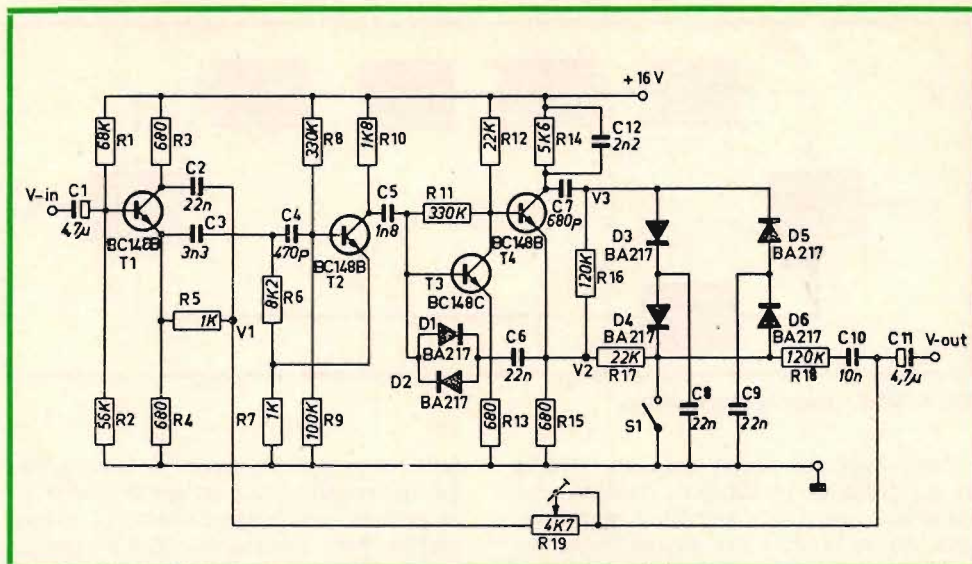

Fig 6. DNL-enhetens principschema.
Fig 6. En handfull fabrikanter i Europa — i Tyskland, Tjeckoslovakien och Danmark främst — tillverkar de komplexa typer av utstyrningsinstrument som kallas ljusgalvanometerindikatorer och där man har en eller två kanaler utmärkta av en "flying spot" i färgfält och där den bakomliggande elektroniken utgöres av en logaritmisk förstärkare. Den danska firman NTP är känd för sina högt utvecklade typer av PPM och "stereoprogrammetrar" liksom förstärkarbeståndet till instrumenten.
nemangen kan vi analysera principschemat i fig 6 enl följande:
De avväganden som gjorts i samband med dimensionering av kretsen enligt *fig 6* har gjorts för att uppnå ett dynamiskt arbetande bandbrusfilter för det övre frekvensområdet och för att åstadkomma detta med minimal förlust av önskat signalinnehåll och fullständig frånvaro av brusmodulationseffekter i de mest kritiska program. En omkopplare S1 finns också med för att användaren därigenom ska kunna övertyga sig om att ingen påverkan sker av musikinnehållet när DNL-enheten är inkopplad. ■
Beroende på var i förstärkarkedjan man kopplar in DNL-enheten och vilken nivå den återgivna musiken har, får man trimma potentiometer R19 i *fig 6* till den grad av dämpning/brusundertryckning som låter bäst (se vidare härom i byggbeskrivningen).
■ ■ Trots sin effektivitet är principen för DNL verkligen enkel. Därom kan alla förvissa sig genom att studera principalschemat i *fig 6* i den inledande artikeln: Endast fyra transistorer ingår och alla komponenterna är av standardtyp. Det är alltså uppbyggt för den intresserade hembyggaren att själv tillverka sin en brusreduceringsenhet för sin hi-fi-anläggning.